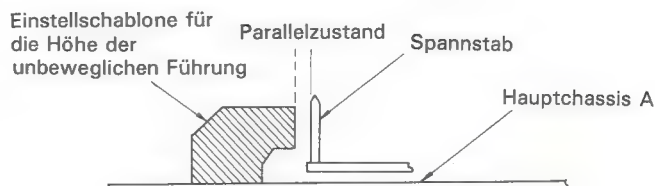

Abbildung 15
2. Die Einstellschablone für die Höhe der unbeweglichen Führung wie in Abbildung 15 gezeigt anlegen.